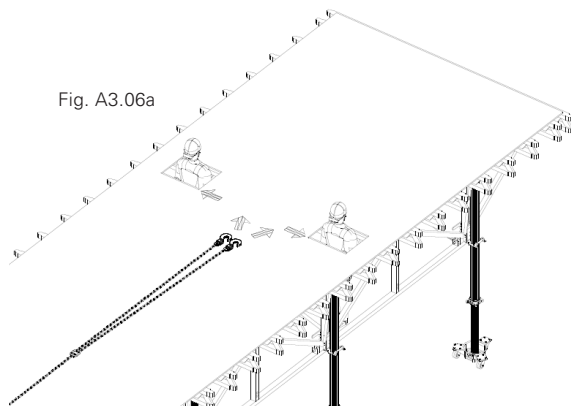
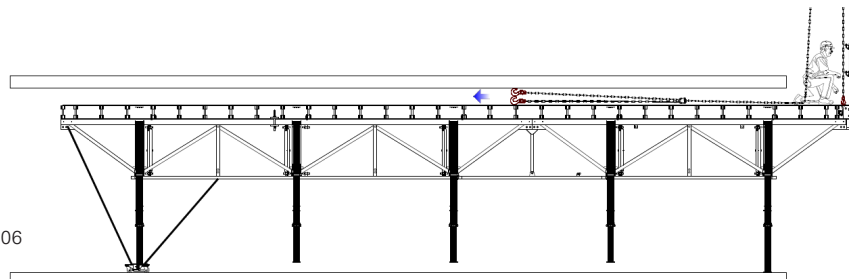

Fig. A3.06a
Fig. A3.06
6. Fixer les crochets de la grue aux adaptateurs d'anneaux de grue (Fig. A3.06) et aux anneaux de levage SKYTABLE (accès par les trappes). (Fig. A3.06a)